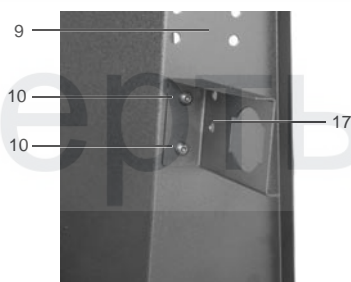

Рис. 3/28
- Защитное приспособление (11) прикрутить винтами с внутренним шестигранником М8х10 (10) листу держателя баллонов (9). (см. также рис. 3/1).